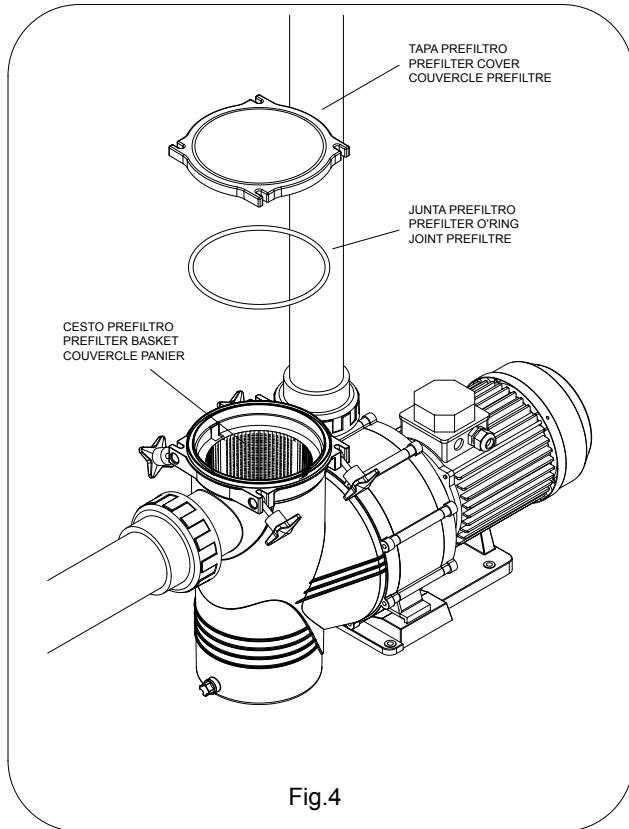

Fig.4
1. Abrir la tapa del prefiltro (ver Fig.4).
- Colocar la tapa prefiltro y cerrar sin olvidar colocar la junta en su alojamiento (Fig.4).
- Cada vez que se abra el prefiltro, limpiar de impurezas el asiento de la junta y la propia junta, para asegurar la estanqueidad en el cierre de la tapa (Fig.4).